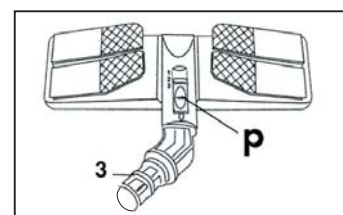

Fig. 14
- introducir el codo (3) en el cepillo triangular (4) o en el cepillo multiuso (2) según la Fig. 14